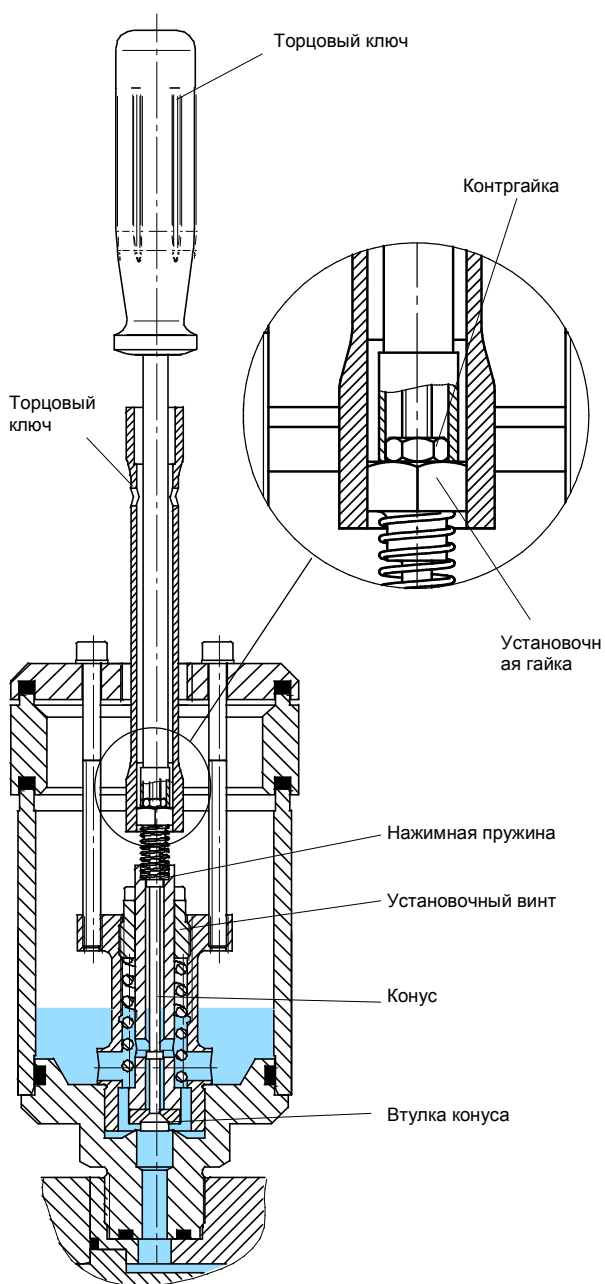

Рис. 44
- С помощью малого торцового ключа через большой ослабить контргайку (см. рис. 44) и снова снять ключ.